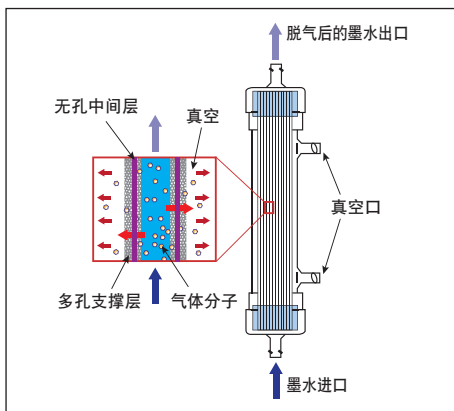

图2: 中空纤维的内侧流向示意图
- 3.2 连接墨水进口/出口和真空端口（见图2）。确认连接表面干净并且没有损坏。请务必不要将 luer lock 接头拧得过紧。